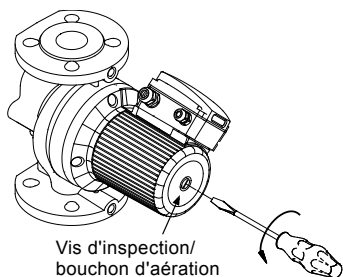

Fig. 12 Retirant le bouchon d'aération
**Soyez vigilants lorsque vous desserrez la vis d'aération car le liquide qui peut s'en échapper est possiblement brûlant. Il pourrait en résulter des blessures ou des dommages au composantes de la pompe (voir la fig. 12).**
3. Insérez un petit tournevis à lame plate dans la fente située à l'extrémité de l'arbre du moteur (voir la fig. 12). Faites tourner l'arbre avec le tournevis pour vous assurer qu'il tourne librement.